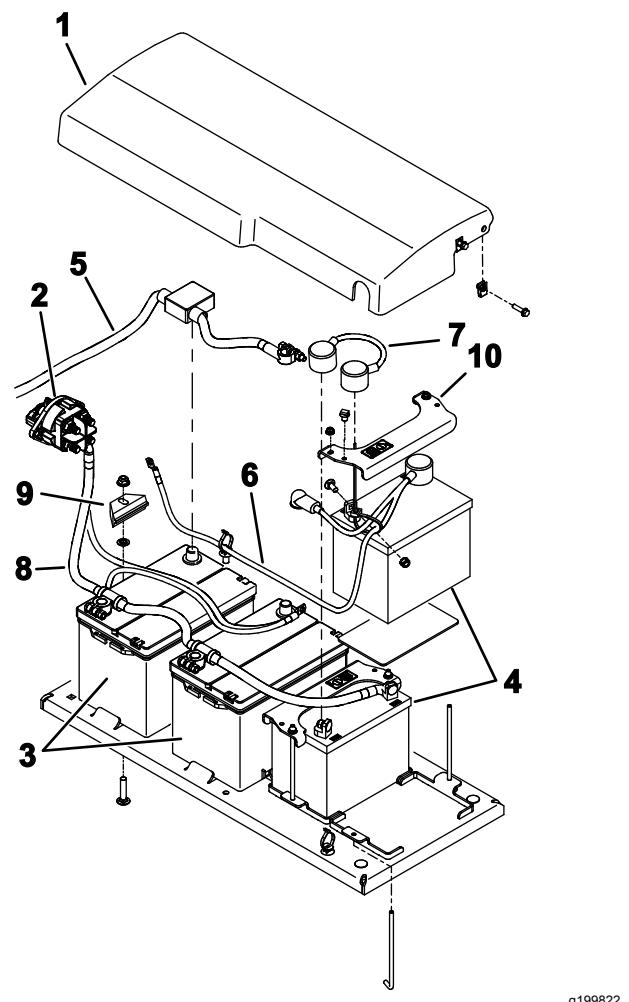

Рисунок 113
6. Снимите крепежные детали, с помощью которых крышка аккумуляторной батареи подсоединенена к машине, и снимите крышку (Рисунок 113).
9. Осторожно снимите аккумуляторные батареи с машины (Рисунок 113).
1. Закрепите аккумуляторные батареи с помощью прижимов (Рисунок 113).